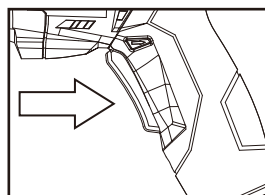

Fig. 4
- > Encienda la herramienta presionando el interruptor de encendido/apagado (2) (Fig. 4).